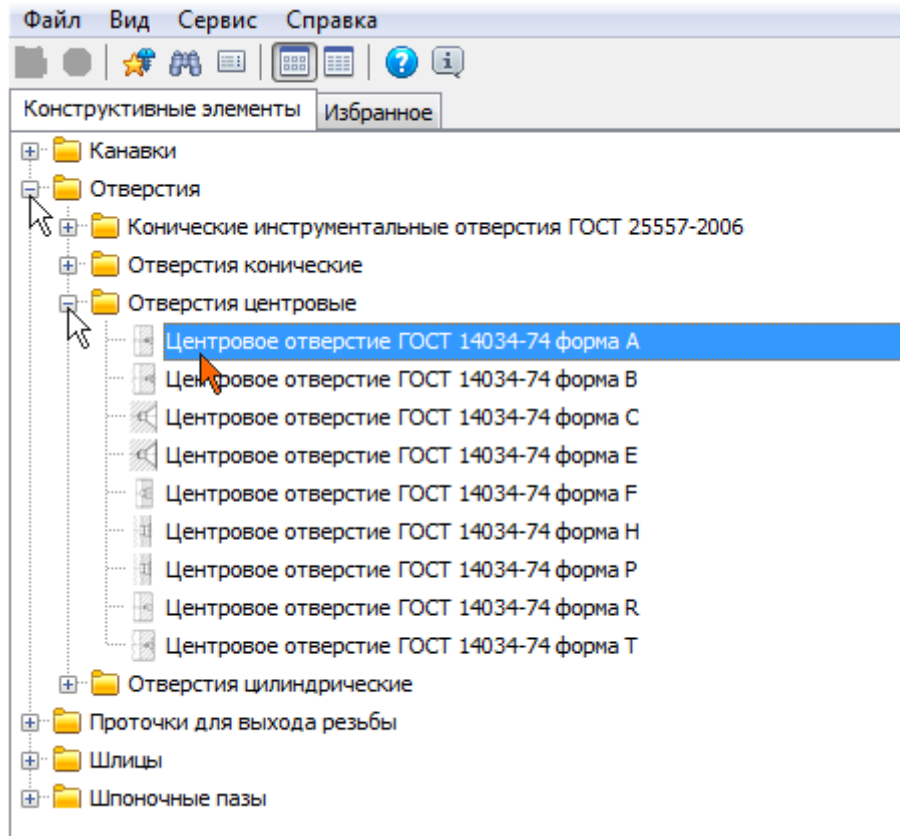

Рисунок 9.
- Выполните двойной щелчок мыши на элементе Центровое отверстие ГОСТ 14034-74 Форма А (рис. 9).